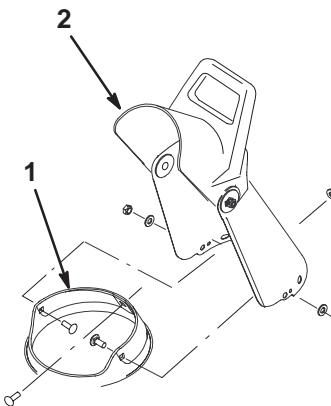

Figure 10
1. Placez l'éjecteur sur la couronne. Alignez le trou arrière de l'éjecteur et le trou au centre de la couronne (Fig. 10).
2. Introduisez une vis par l'intérieur dans le trou central de la couronne de l'éjecteur et dans le trou de l'éjecteur (Fig. 10).